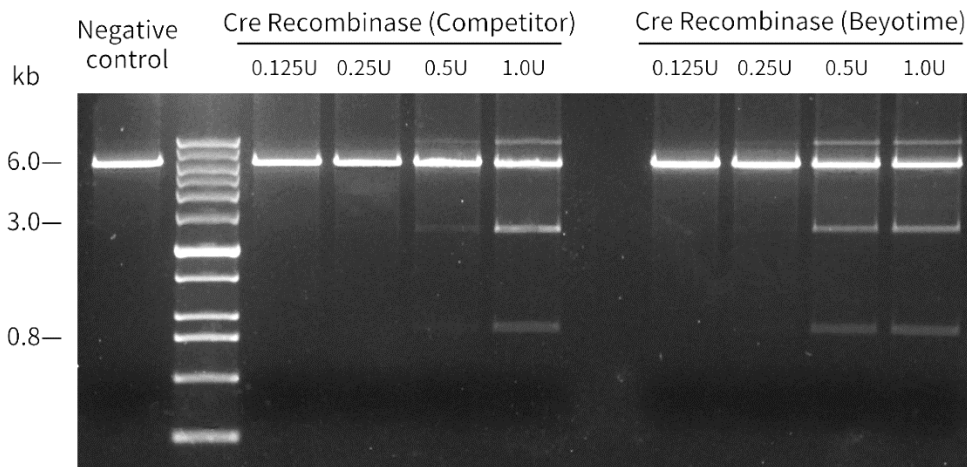

图3. 碧云天生产的Cre Recombinase催化的两个同向 $loxP$ 位点之间序列切除的效果图。反应体系50 μ l: 5 μ l 10X Cre
- 碧云天生产的Cre Recombinase催化位点特异性重组的效果请参见图3。